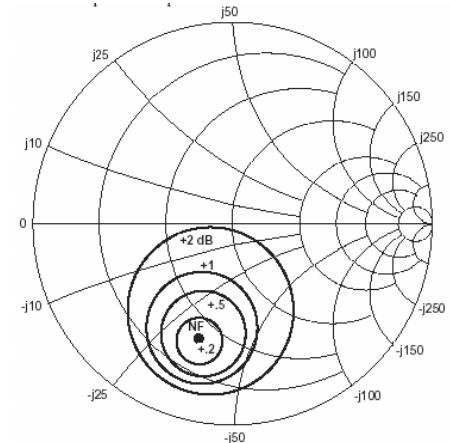

Figura 49. Contorno de ruido
Contornos de ruido. La figura de ruido puede ser representada gráficamente sobre una carta de Smith del plano de entrada; siendo posible la representación tanto en el plano de impedancia (Z), admitancia (Y) o coeficiente de reflexión (Γ), cada uno de los cuales pueden ser relacionados funcionalmente con los otros. En la figura 49 se ilustra un ejemplo en un transistore AT-41435 en el plano de impedancias, para una frecuencia de 4GHz.